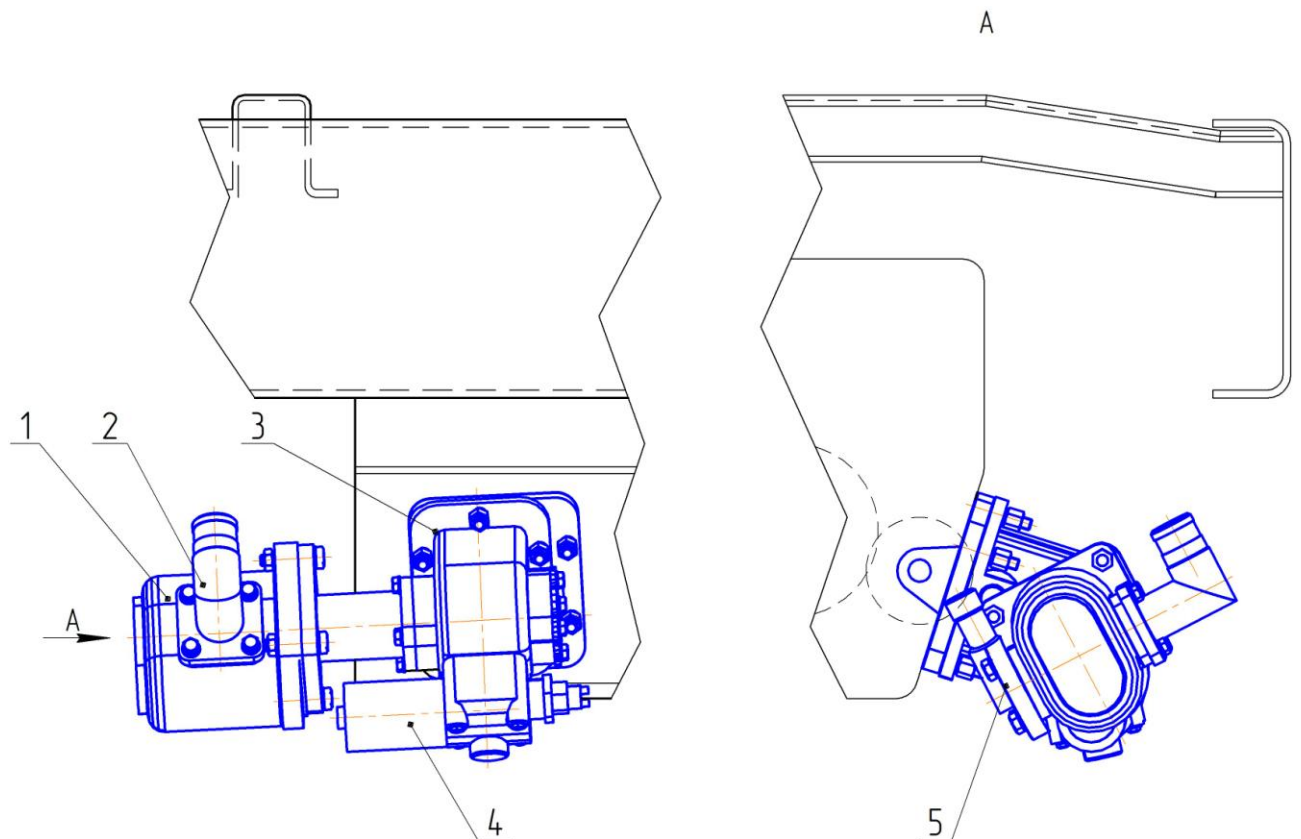
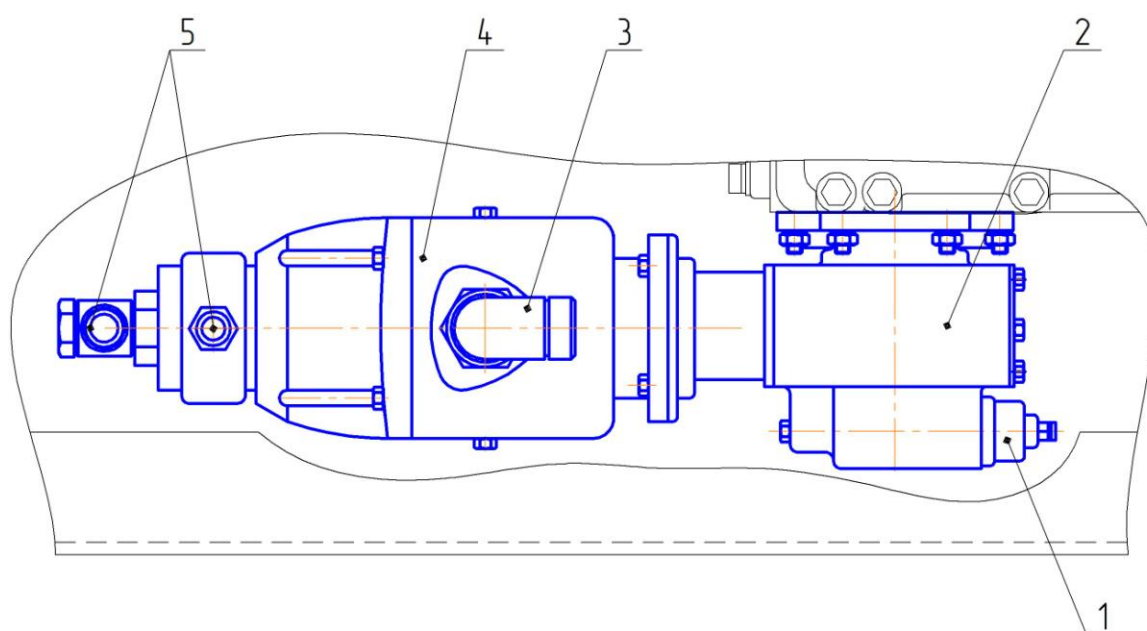

Рисунок 19- Трансмиссия мусоровозов КО-456 ... КО-456-16
Рисунок 20- Трансмиссия мусоровоза КО-456-20
4.4 Трансмиссия для мусоровозов серии КО-456 ... КО-456-16 (Рис.19), для мусоровозов серии КО-456-20 (Рис.20) .